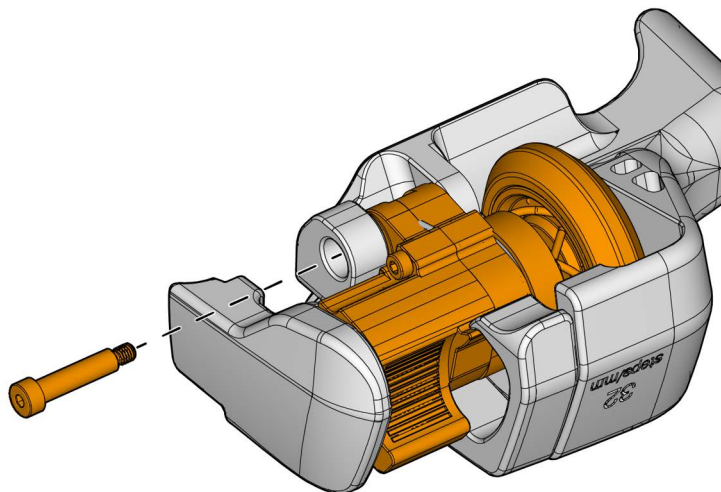

Figura 5-13 Parafuso de corpo retificado do conjunto do codificador de índice
2. Desaparafuse o parafuso de corpo retificado e, em seguida, empurre-o para fora pelo outro lado (veja a Figura 5-13 na página 84).